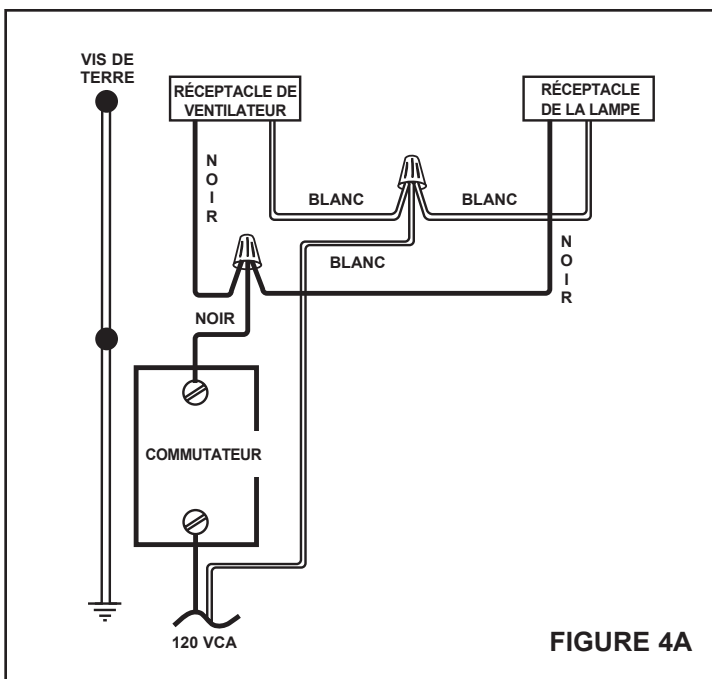
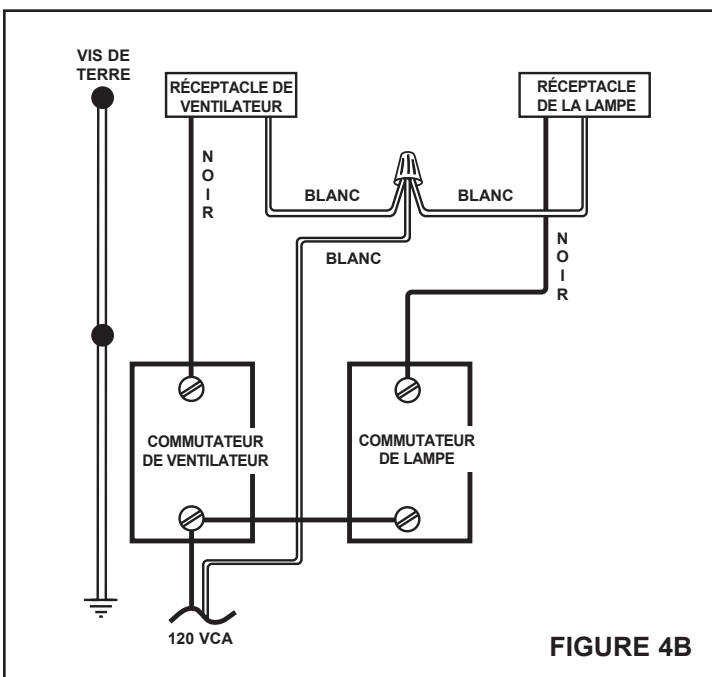

FIGURE 4A
FIGURE 4B
4. Voir Figure 4A et 4B. Si un commutateur simple sera utilisé pour commander le ventilateur et la lumière, établissez les rapports de câblage suivant les indications de la figure 4A. Si un double commutateur sera utilisé pour la commande séparée du ventilateur et de la lumière, établissez les rapports suivant les indications de la figure 4B.